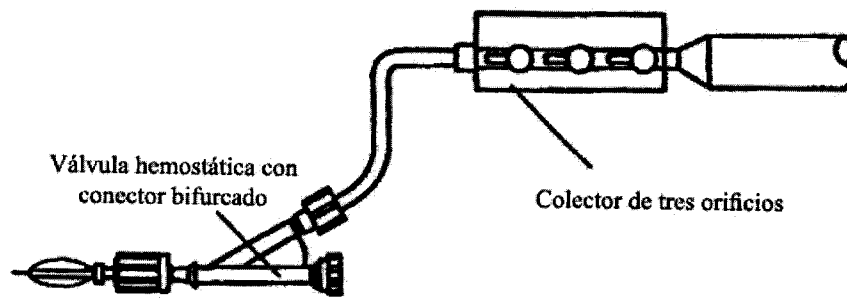

Figura 1: Conexión del colector de tres orificios al conector bifurcado
- 7) Conecte el colector de tres orificios al brazo lateral de la válvula hemostática con conector bifurcado utilizando el tubo de extensión acoplado (figura 1).